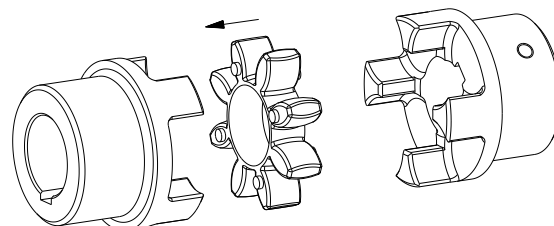

Fig 11: Tandkransens montering
- Sæt tandkransen ind i navets knastdel på navene på ind- eller udgangssiden (se fig. 11).